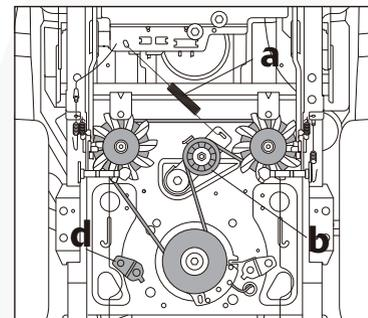

Fig. 27A
2. Retire el resorte tensor (a, Fig. 27A).
3. Retire la rueda tensora (b, Fig. 27A).
5. Retire el soporte de montaje del embrague electromagnético. (d, Fig. 27A)